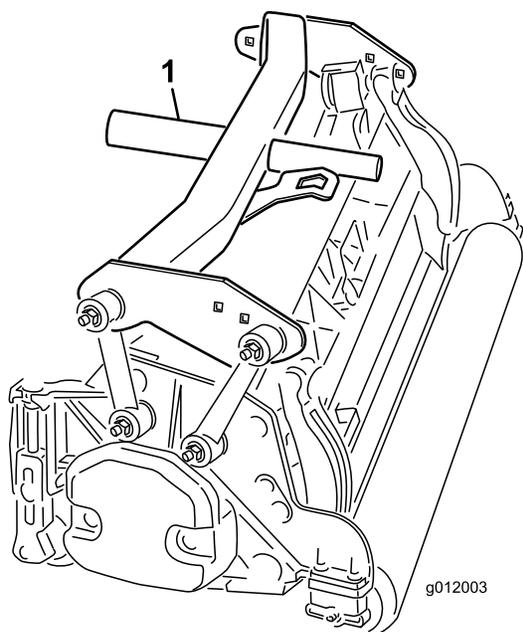

図 18
4. 後キャリアフレーム **図 18** を後カッティングユニットに載せる。